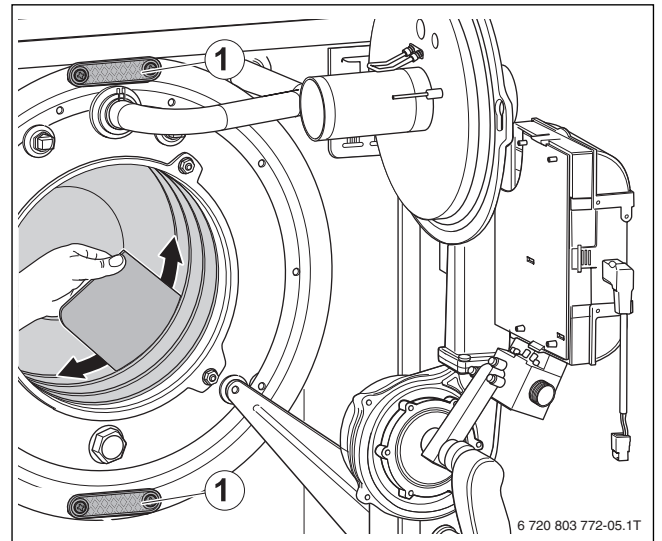
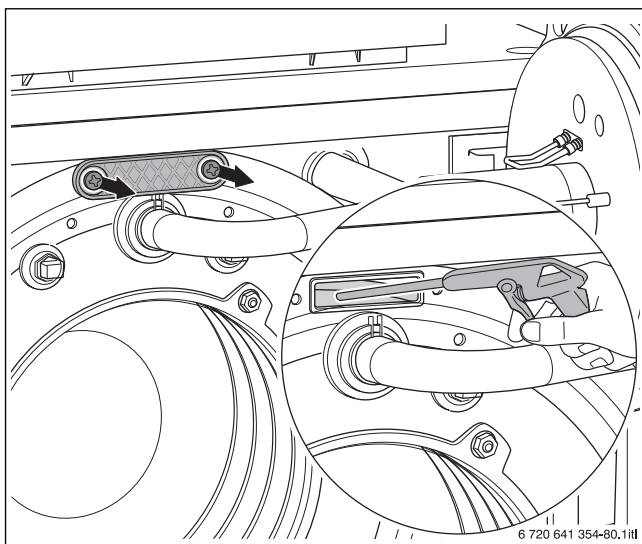

Bild 63 Heizgasspalte mit Reinigungsspachtel reinigen
Bild 64 Wärmetauscher mit Sprühlanze reinigen
- ▶ Reinigungsdeckel (→ Bild 63, [1] und Bild 64) abnehmen.
- ▶ Lose Partikel mit Wasser (z. B. Sprühlanze) aus Feuerraum und Abgasmantel spülen (→ Bild 64).
- ▶ Heizgasspalte mit Reinigungsspachtel reinigen (→ Bild 63).